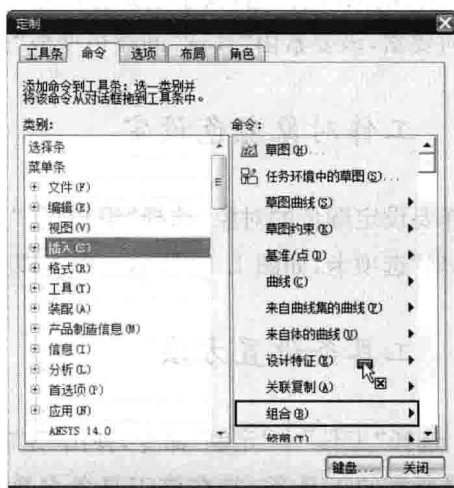

图 1.12 工具条定制方法
(2) 打开“命令”选项卡,在“类别”选项区中选择相应的项目,右边的“命令”选项区将变为对应的工具条选项。将“命令”选项区中所需的命令按钮拖放至工具条或菜单中后释放鼠标左键,即可添加该命令按钮,如图 1.12 所示。